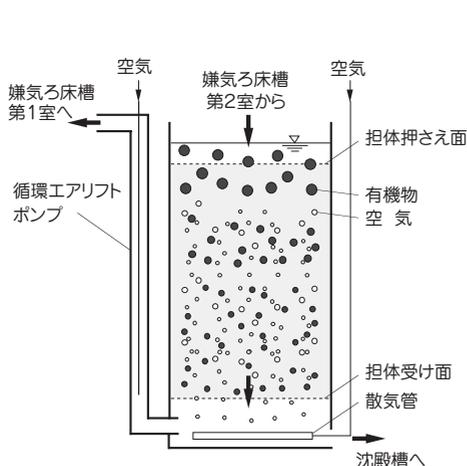

図1 担体流動槽の概略図
■担体流動槽には、中空円筒状担体が充填しており、上部・下部に担体流出防止の担体押さえ面、担体受け面が配置してあります。(図1参照)